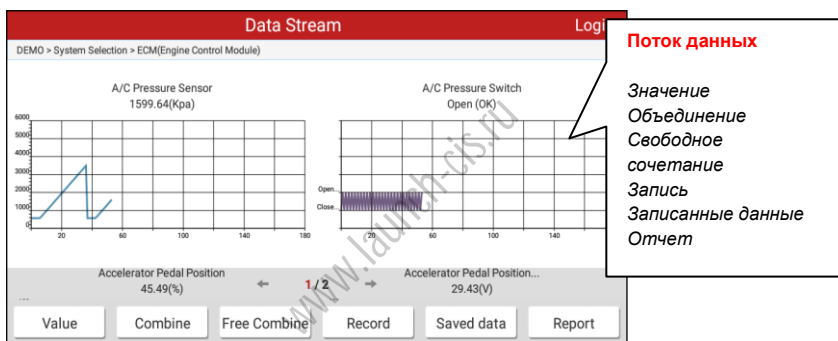

Рис. 5-13
- ✓ Графический – отображает параметры в графической форме. См. рис. 5-13.